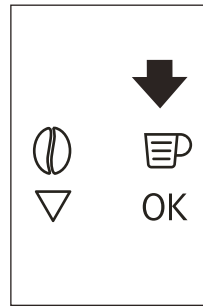
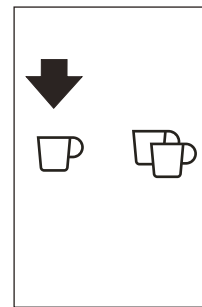
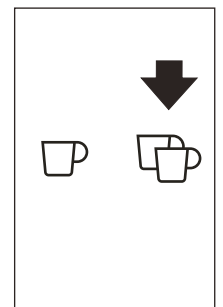

Fig. 18
Fig. 19
Fig. 20
- Pulse el icono (B5) (Fig. 18) para seleccionar el tipo de café: espresso, taza pequeña, taza mediana, taza grande o jarra. Pulse el icono ☉ (B10) (Fig. 19) si desea hacer un café y la tecla táctil ☉ (B11) (Fig. 20) si desea hacer dos. El aparato muele ahora los granos y comienza a dispensar el café en la taza. Una vez dispensada la cantidad programada de café, la máquina interrumpe automáticamente la dispensación y expulsa los posos al recipiente de posos.